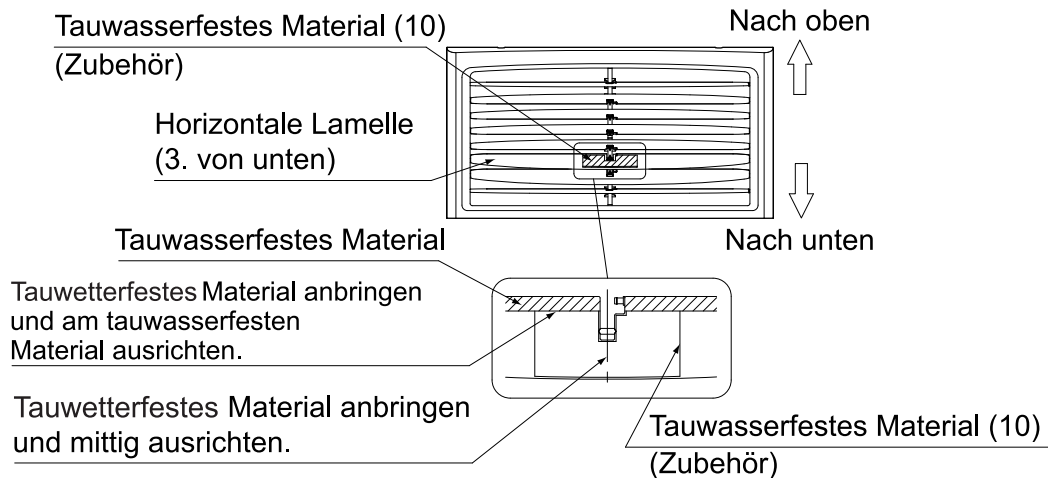

Abb. 8
- Um die Arbeit zu erleichtern, bringen Sie die oberen 5 horizontalen Lamellen in die nach oben gerichtete Stellung und die unteren 3 Lamellen in die nach unten gerichtete Stellung. Bringen Sie dann das mitgelieferte tauwasserfeste Material (10) an der dritten horizontalen Lamelle von unten an (siehe Abb. 8). Wenn das Material nicht am richtigen Platz angebracht ist, kann Tau- oder Kondenswasser herabtropfen.